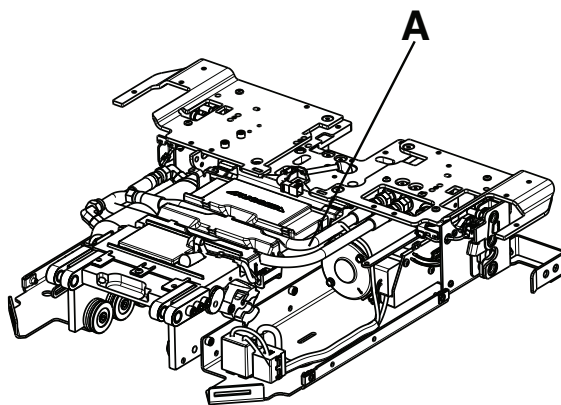
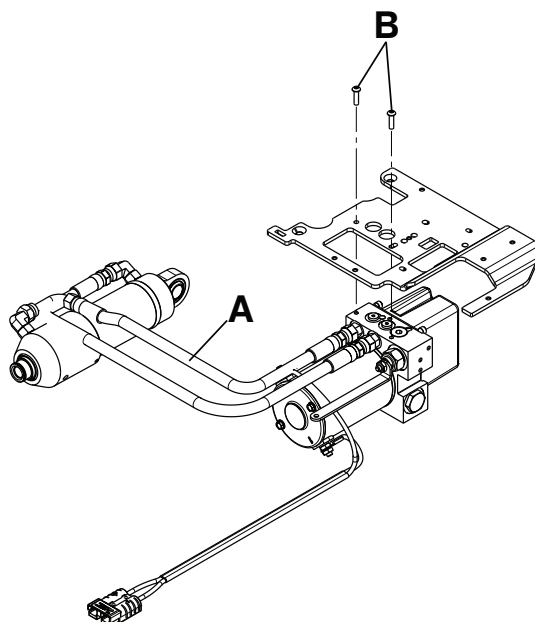

Figure 37 – Emplacement du tuyau hydraulique
Figure 38 – Emplacement des vis du raccord du collecteur
3. À l'aide d'une clé mixte de 11/16 po, déconnecter le tuyau hydraulique (A) le plus proche du support de montage du côté tête du chariot (Figure 37 et Figure 38).
4. À l'aide d'une clé Torx T25, desserrer (ne pas retirer) les deux vis (B) qui fixent le raccord du collecteur à la plaque à ailettes gauche (Figure 38).